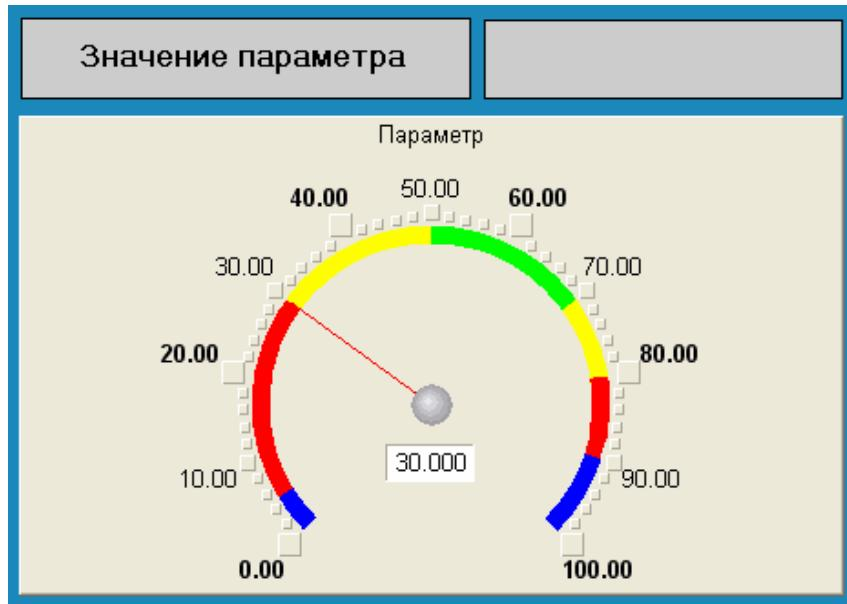

Рис. 3.10
- подвійним натисненням ЛК відкриємо атрибут **Заголовок** і в рядку **Текст** введемо напис **Параметр** (рис. 3.10);